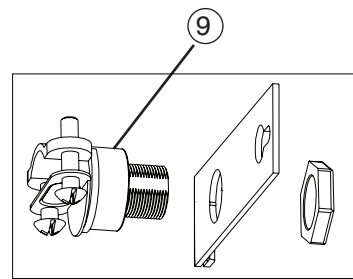

Figure 3
- Si équipé d'une bague anti-traction, laissez les vis lâches pour permettre l'installation du câble d'alimentation. Insérez la partie filetée du connecteur dans le trou de la plaque d'accès et fixez-la solidement avec un écrou hexagonal, en serrant. Remarque : Positionnez le connecteur avec les têtes de vis qui s'y trouvent face vers le bas lorsqu'elles sont installées sur le dispositif. **Voir la Fig 3.**
4. Using romex strain relief bushing, leave screws loose to accommodate installation of romex. Insert thread portion of connector into Access plate hole and secure with Hex nut unit tight. Note: Position connector with screw heads on connector facing downward when installed on fixture. **See Fig 3.**
4. Utilice el buje sujetacables y deje los tornillos sueltos a fin de adecuar la instalación del cable de alimentación. Introduzca la parte roscada del conector en el orificio de la placa de acceso y sujete bien a la unidad con la tuerca hexagonal. Nota: Coloque el conector con las cabezas de los tornillos hacia abajo al instalarlo en el accesorio. **Ver Fig 3.**